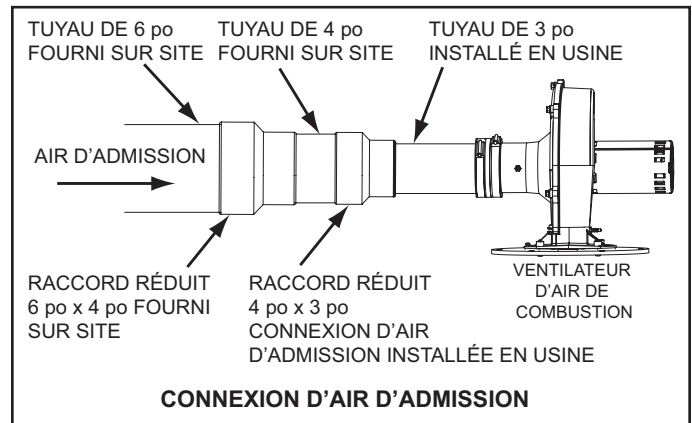

Figure 18
15. Pour installer un tuyau d'air d'admission de 152,4 mm (6 po), effectuer une transition au tuyau de 101,6 mm (4 po) pipe au niveau de la connexion d'air d'admission sur le chauffe-eau comme l'indique la Figure 18. Le tuyau de 101,6 mm (4 po) installé sur site entre la connexion d'air d'admission et le raccord de réduction 152,4 mm x 101,6 mm (6 po x 4 po) doit être de 45 cm (18 po) de longueur au maximum.